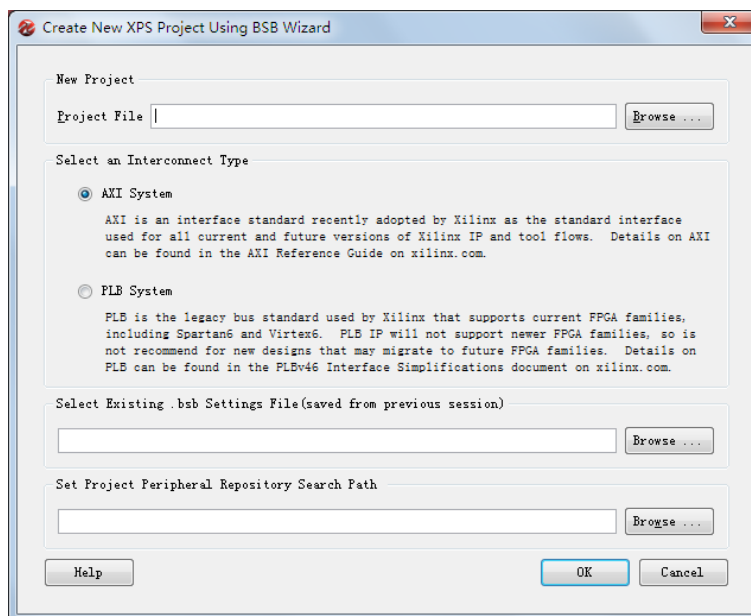

图 3：新工程建立向导
- 1-1-3. 如图 3，在新工程建立向导对话框的 **Project File** 栏选择工程建立后存放的路径，笔者自定义的路径是 I:\labz\liushuideng，大家可以建立任意路径，只要路径名称不包含中文及空格即可。建立的工程的名称我们使用默认的 system.xmp 即可。点击 **OK**。